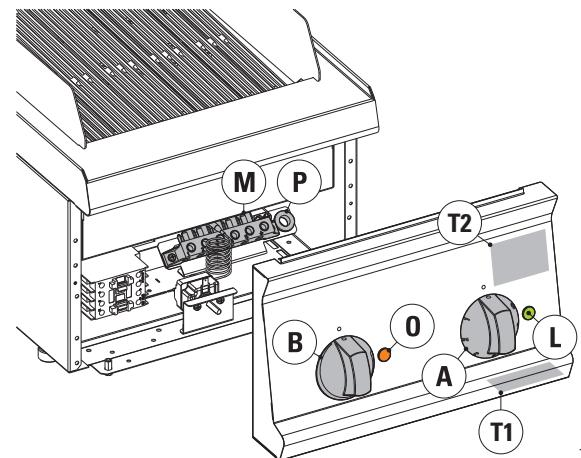

fig.2
Tous les modèles sont fournis sans câble d'alimentation. Pour accéder au bornier | **M** | fig.2, enlever le bandeau en dévissant les vis de fixation du bas. Suivre les indications du schéma électrique pour connecter les conducteurs du câble d'alimentation au bornier. Veiller à faire passer le câble à travers le passage de câble | **P** | fig.2 situé près du bornier, le maintenir collé au fond et le bloquer avec le serre-câble | **Q** | fig.1.
- Remplir la cuve d'eau en tournant la manette | **B** | fig.2. En position de "fin de course", la vanne de remplissage reste toujours ouverte. Dans les positions intermédiaires, on obtient un "flux" variable du remplissage de l'eau.
- Tourner la manette | **A** | fig.2 en faisant correspondre l'index du bandeau avec le niveau de puissance souhaité.
- Retirer le trop-plein | **D** | fig.2 de son logement vers le haut et laisser couler l'eau.